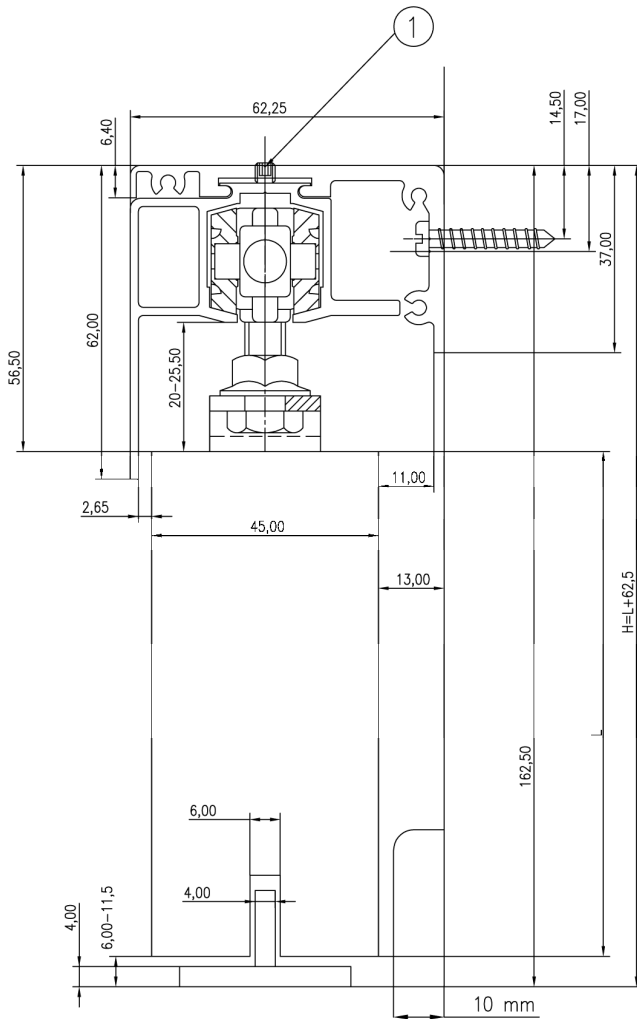

Fig.1
- Avvitare i grani M4x4 (particolare 1) di Fig.1)) nei fori filettati presenti sul piano superiore del profilo di supporto a parete.
- Posizionare sulla parete il profilo di supporto in alluminio avendo cura di rispettare le quote di fissaggio riportate in Fig.1. In particolare, osservare la quota $H=L+62,5$ mm, che permette di mantenere l'intero range di regolazione in altezza del carrello. Segnare sulla parete la posizione dei fori da effettuare in corrispondenza della sommità superiore (più stretta) delle asole presenti sul profilo di alluminio.
- Una volta allineati i due profili, procedere al serraggio dei grani M4x4 (particolare 1) di Fig.1) per evitare che i due profili possano scorrere l'uno con l'altro.
- Put the aluminium support profile on the wall taking care to respect the fixing dimensions shown in Fig.1. In particular, observe the height $H=L+62.5\text{mm}$, which allows you to maintain the entire height adjustment range of the trolley. Sign on the wall the position of the holes to do at the upper top (tighter) of the holes on the aluminium profile.